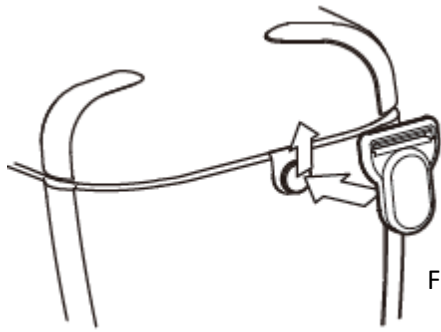

Figure 22-1
(1) Attachez la boucle à la KEW 6516/6516BT comme indiqué dans la Figure 22-1.